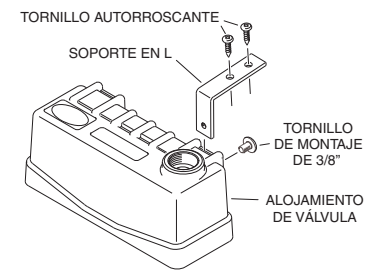

Figura 6
1. Deslice e introduzca los dos soportes en L en el alojamiento de la válvula según se ilustra (ver la figura 6).
5. Coloque cada soporte en L en el borde del depósito con dos (2) tornillos autorroscantes.